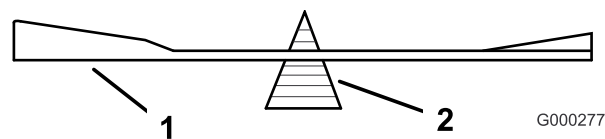

Рисунок 53
2. Проверьте балансировку ножа с помощью балансировочного устройства для ножей (Рисунок 53). Если нож остается в горизонтальном положении, значит он сбалансирован и его можно использовать. Если нож не сбалансирован, удалите некоторое количество металла только с конца области загиба (Рисунок 53). Повторяйте эту процедуру до тех пор, пока нож не будет сбалансирован.
Внимание: Для обеспечения правильного скашивания область загиба ножа должна быть направлена вверх и внутрь газонокосилки (Рисунок 53).
1. Установите нож, прижим ножа, изогнутую шайбу и болт ножа на шпindel (Рисунок 53).